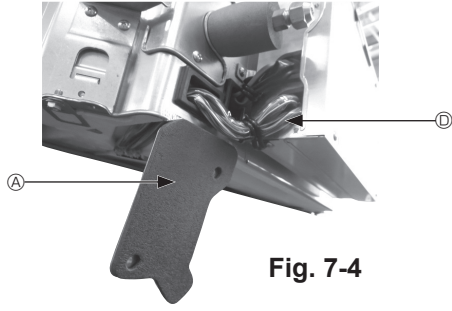

Fig. 7-4
- ① Ana ünitenin kablo kapağını tespit eden iki vidayı çıkarın ve daha sonra kapağı açın.
- ② i-see Sensör ve sinyal alıcısının kablolarını, elektrikli aksamı kutusundaki kablo girişlerinden ve ana ünitenin yanındaki burçlar etrafından şemada gösterildiği gibi yönlendirin. (Fig. 7-4)